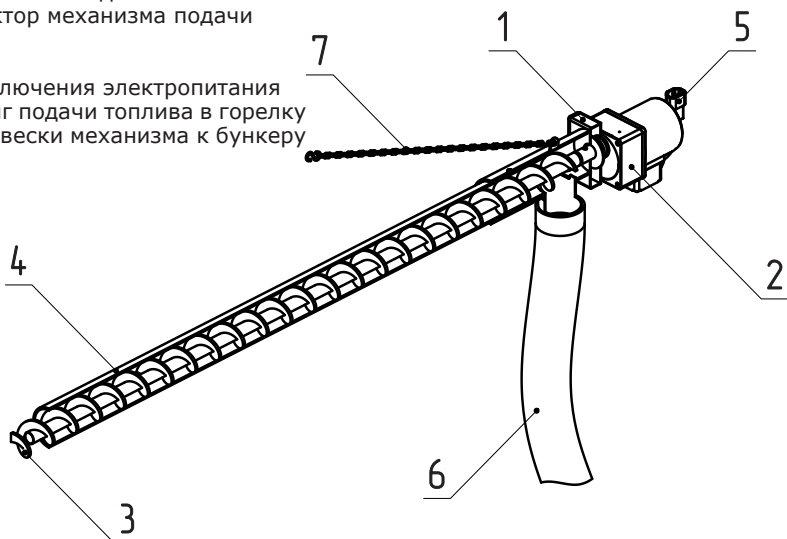
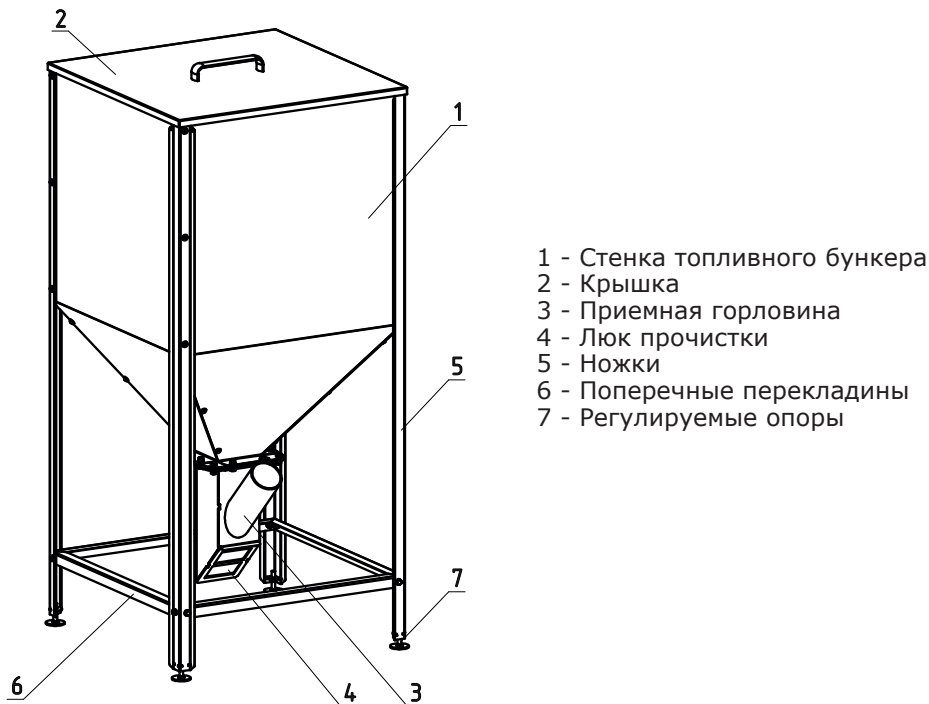

Рис. 3 Механизм подачи топлива
Рис. 4 Топливный бункер
5.3. Механизм подачи топлива (Рис.3) состоит из корпуса механизма подачи (поз.1), мотор-редуктора механизма подачи (поз.2), гибкого шнека (поз.3), трубы (поз.4), разъема подключения электропитания (поз.5), гибкого шланга для присоединения к приставной горелке (поз.6) и цепочки с крючками для подвески механизма к бункеру (поз.7).
5.4. Топливный бункер (Рис.4) состоит из четырех одинаковых боковых панелей (поз.1), крышки (поз.2), приемной горловины (поз.3), люка прочистки (поз.4), ножек бункера (поз.5), поперечных перекладин (поз.6) и регулируемых опор (поз.7).
6.2.2.1. Топливный бункер (Рис.4 и 6) поставляется в разобранном виде и состоит из четырех одинаковых боковых стенок (Рис.4, поз.1), поворотной приемной горловины (Рис.4, поз.3), люка прочистки (Рис.4, поз.4), крышки топливного бункера (Рис. 4, поз. 2) и ножек (Рис.4, поз.5) с регулируемыми опорами (Рис. 4, поз. 7) и поперечными перекладинами (Рис.4, поз.6).
6.5.1. Механизм подачи топлива (Рис.3) устанавливается в топливный бункер свободным концом трубы (поз.4) в приемную горловину (Рис.4, поз.3) до упора.
6.5.2. Затем необходимо развернуть приемную горловину топливного бункера (Рис.4, поз.3) в положение, чтобы гибкий шланг (Рис.3, поз.6) механизма подачи топлива мог соединиться трубой приема топлива (Рис.2, поз.10) и обеспечивалось гарантированное скатывание топлива по гибкому шлангу (Рис.3, поз.6) в приставную пеллетную горелку (Рис.2) через трубу приема топлива (поз.10).